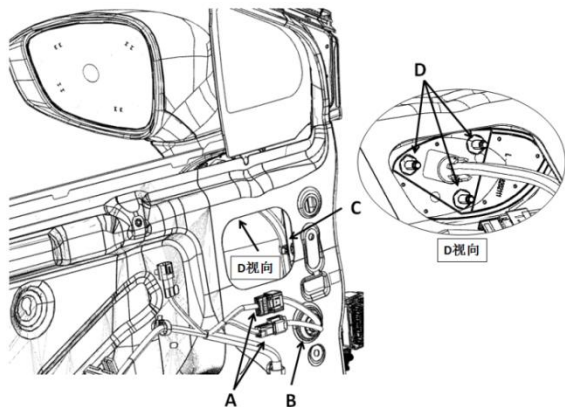

图 2-2 外后视镜更换示意图
2) 如图 2-2, 拆下外后视镜的线束接插件 A, 脱开卡在内板上的线束胶堵 B, 然后把手伸进车门钣金内腔, 拆下线束卡扣 C。
3) 如图 2-2, 拆卸外后视镜的三个安装螺母 D, 然后拆除外后视镜